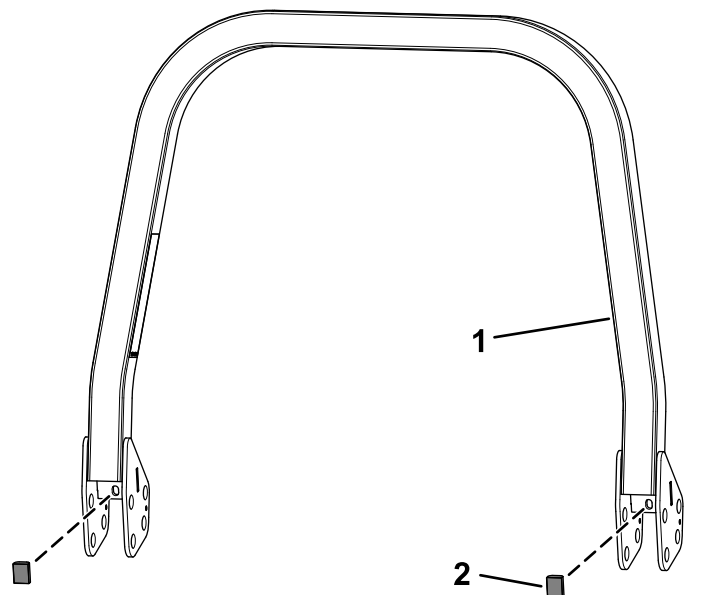

**Bild 3**
1. Befestigen Sie die unteren Überrollbügelbaugruppen locker mit zwei Sechskantschrauben ( $\frac{1}{2}$ " x  $3\frac{1}{4}$ " ), zwei Federscheiben und zwei Sicherungsmuttern ( $\frac{1}{2}$ " ) auf jeder Seite am Mäher (Bild 3).